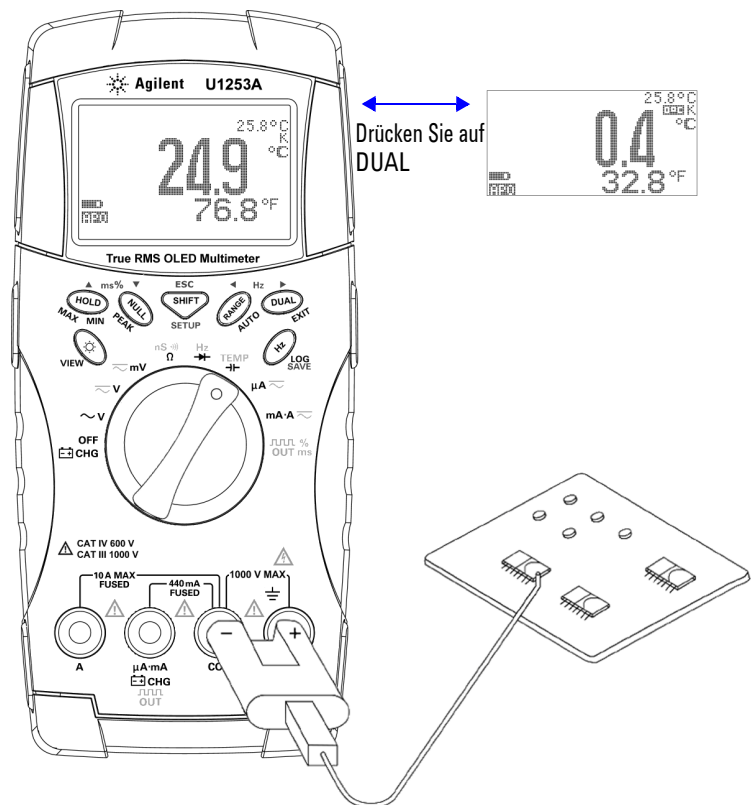

Abbildung 2-12 Oberflächentemperaturmessung
- 3 Schließen Sie den Thermoelementadapter (mit der angeschlossenen Thermoelementsonde) an die Eingangsanschlüsse **TEMP (rot)** und **COM (schwarz)** (Siehe Abbildung 2-12 auf Seite 51)